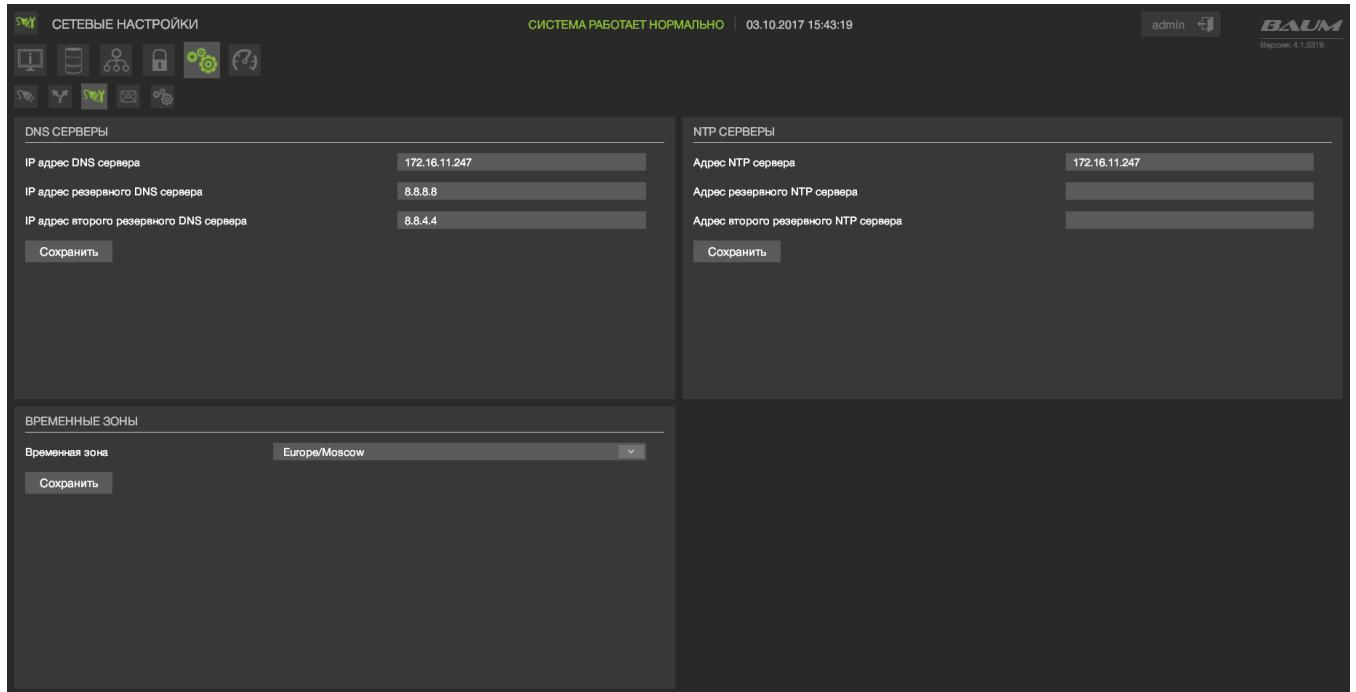

Рисунок 61 – Сетевые настройки
- 1) Перейти на вкладку «Настройки» - «Сетевые настройки» (см. Рисунок 61)